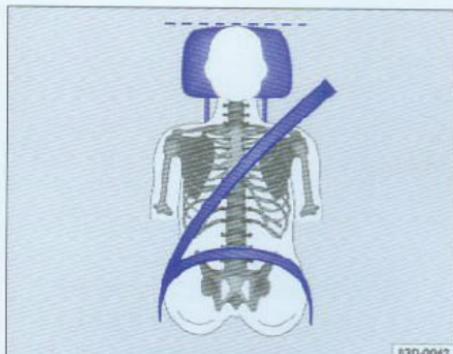
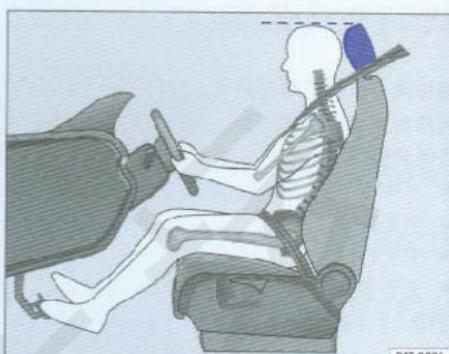

图42 头枕和安全带正确调整位置(正视图)
图43 头枕和安全带正确调整位置
- 调整头枕，使之上缘与乘员头顶等高 ⇒ 图42和 ⇒ 图43。